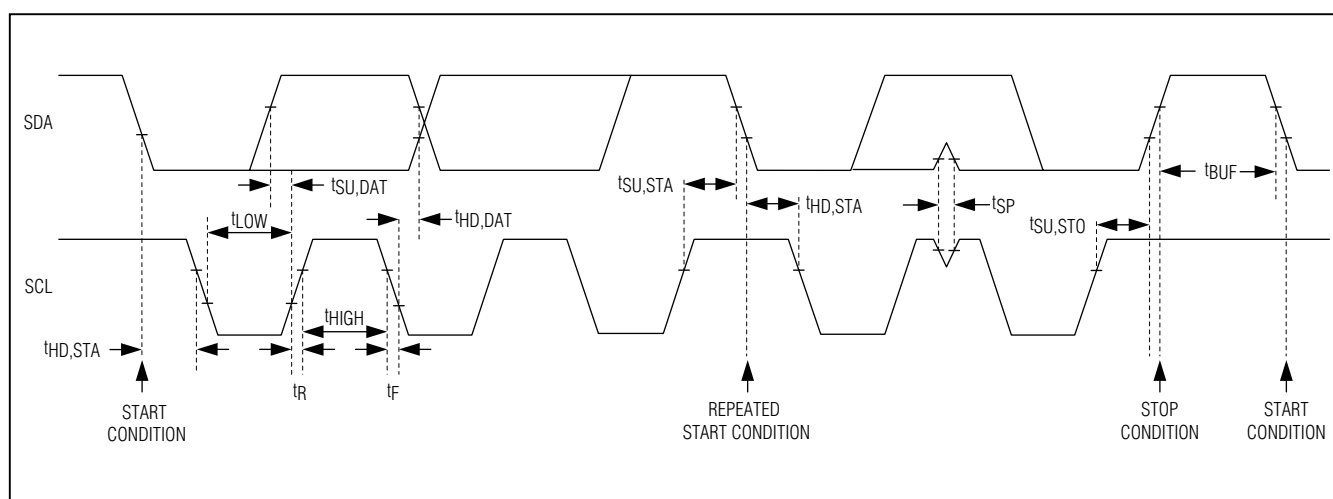

图3. 2线接口时序图
IC采用I²C/SMBus™兼容的2线串行接口，包括一根串行数据线(SDA)和一根串行时钟线(SCL)。SDA和SCL的时钟速率高达400kHz，方便了IC与主机之间的通信。图3所示为2线接口时序图。主机在总线上产生SCL并启动数据传输。主机发送相应的从地址，随后为寄存器地址，紧接着发送数据字，向IC写入数据。每个传输序列都由START (S)或REPEATED START (Sr)条件和STOP (P)条件打包成帧。发送到IC的每个字长为8位，其后是应答时钟脉冲。主机从IC读取数据时，发送相应的从地址，随后为9个SCL脉冲。IC通过SDA发送数据，与主机产生的SCL脉冲同步。主机在接收到每个字节数据后对其进行应答。每个读序列由START或REPEATED START条件、非应答和STOP条件打包成帧。SDA既是输入又是开漏输出，SDA总线需要一个上拉电阻，通常大于500Ω。SCL仅作为输入。如果总线上有多个主机，或者单主机系统中的主机具有开漏SCL输出，SCL则需要一个上拉电阻，通常大于500Ω。SDA和SCL线上的串联电阻可选，串联电阻有助于保护IC的数字输入免受总线上高压毛刺的损坏，并最大程度地降低总线信号的串扰和下冲。